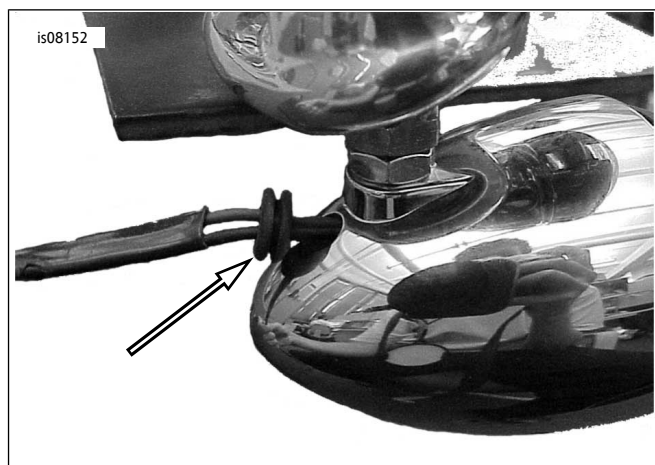

图8. 安装套件中的套环
4. 参见图8。将套件中的新套环(零件编号11443)安装至转向信号线束并移动到图示位置。将套环安装至转向信号灯罩。用水润滑有助于安装。